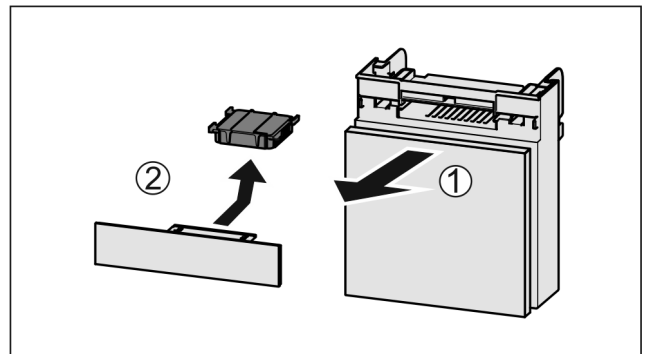

Fig. 118
- ▶ Fach nach vorne herausziehen Fig. 118 (1).
- ▶ Aktivkohlefilter entnehmen Fig. 118 (2).